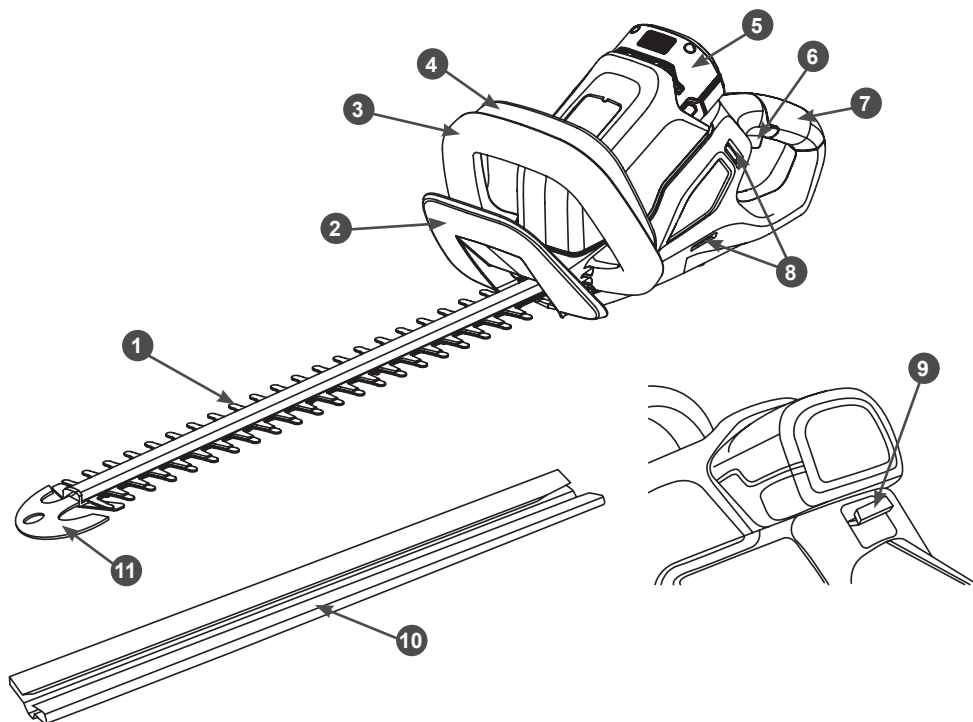

Рис. 1 Основные узлы и органы управления
Основные узлы и органы управления устройства показаны на Рис. 1.
2. Вставьте аккумулятор в аккумуляторный отсек, пока не услышите щелчок фиксатора (Рис. 1). Убедитесь, что аккумулятор полностью вставлен и зафиксирован. Чтобы извлечь аккумулятор, нажмите рычаг 9 фиксатора и выньте аккумулятор (Рис. 1).
5. Проверьте исправность органов управления 4,6,8 (Рис. 1).
Чтобы включить устройство, одновременно нажмите рычаг включения 6 и рычаг блокировки выключателя 4 (Рис. 1).
Содержите вентиляционные отверстия 8 (Рис. 1) в корпусе двигателя в чистоте, при необходимости очищайте их после каждого использования. Удалите пыль и мусор из вентиляционных отверстий, используя щетку с мягкой щетиной или сжатый воздух.